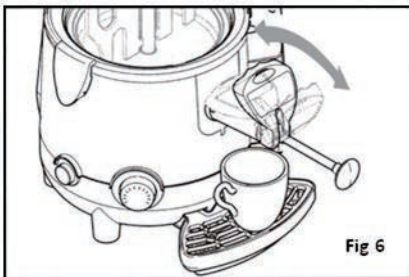

Fig 6
- Appuyez ou tirez sur le levier du robinet jusqu'à ce que la quantité de produit voulue soit dans la tasse (Fig. 6).